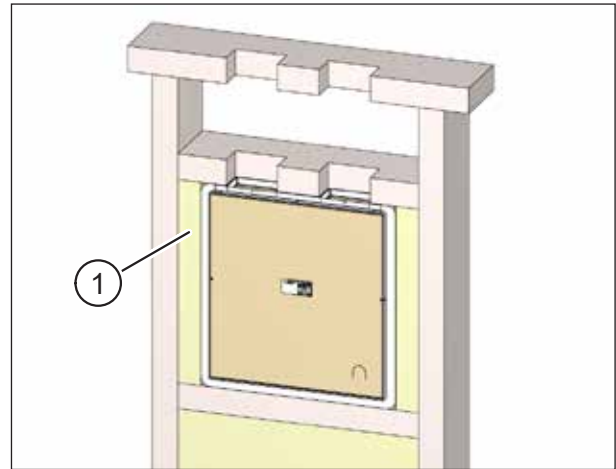

Abb. 52: Hohlräume um den Mauerkasten mit Dämmmaterial füllen
- Füllen Sie die Hohlräume zwischen Mauerkasten und Ständerkonstruktion durchgängig mit Dämmmaterial (Pos. 1 in Abb. 52) oder mit anderen geeigneten Verfüllmaterialien. Achten Sie jedoch darauf, dass die Öffnungen für Abluft und Zuluft an der Oberseite des Mauerkastens nicht bedeckt werden.